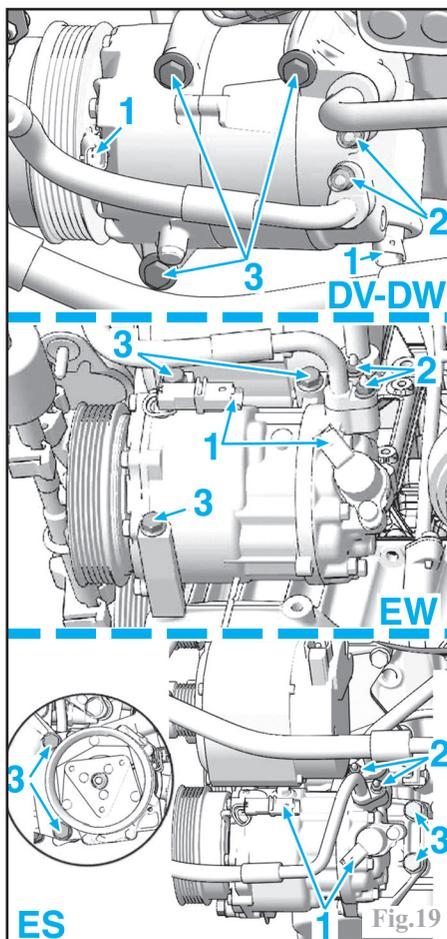

Fig.19
Débrancher la borne négative de la batterie. Mettre le véhicule sur pont élévateur. Vidanger le circuit frigorifique. Déposer l'écran de protection sous le groupe motopropulseur et le pare-boue inférieur droit. Déposer la courroie d'accessoires. Débrancher les connecteurs (1) (Fig.19). Déposer les écrous (2). Débrancher les raccords d'entrée et de sortie du compresseur.